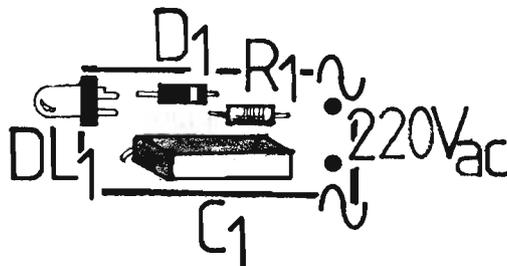

Figura 3.
**Figura 3.** La traccia superiore è un'onda quadra affetta da rumore in ingresso a un invertitore 74HC04. La traccia inferiore dimostra come l'elevata immunità al rumore degli HC consenta all'integrato di fornire un'uscita pulita.
La **figura 3** illustra come anche un considerevole quantitativo di rumore in ingresso non altera l'uscita di un HC.
ramata monofaccia; l'elementare piano di montaggio è visibile in **figura 3**, e si raccomanda la massima attenzione alla buona qualità delle saldature.